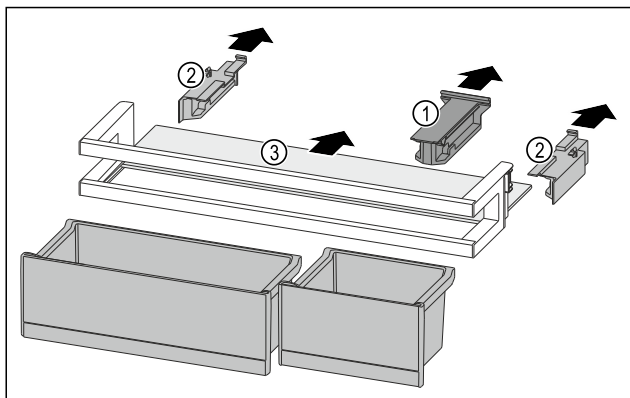

Fig. 90
- Træk holdesektionen Fig. 90 (1) af.
- Træk sidesektionerne Fig. 90 (2) af.
- Tag hylden Fig. 90 (3) ud.